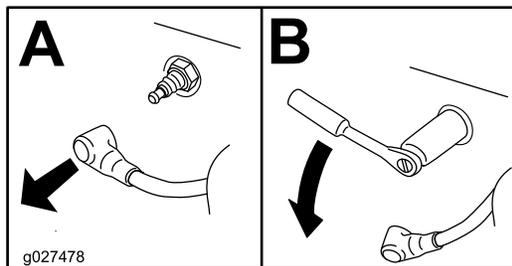

Figura 19
- Retire la(s) bujía(s) como se muestra en la Figura 19.